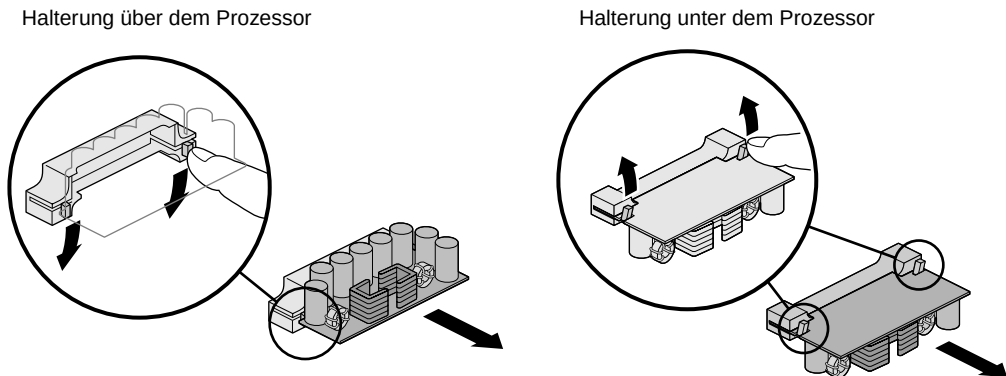

Abbildung 6-11 Deinstallieren der Spannungsregler
11. Drücken Sie gleichzeitig auf die zwei gerippten Zungen auf der Halterung des Spannungsreglers. Drücken Sie nach unten oder oben, je nach der Ausrichtung der Spannungsregler-Halterung. Siehe Abbildung 6-11.